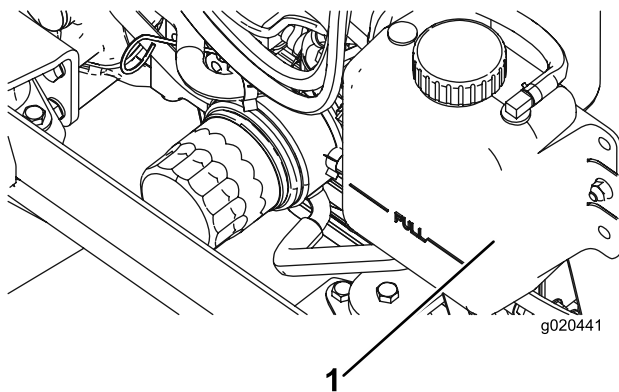

Figura 68
1. Retire cuidadosamente a tampa do radiador e a tampa do depósito de expansão (Figura 68).